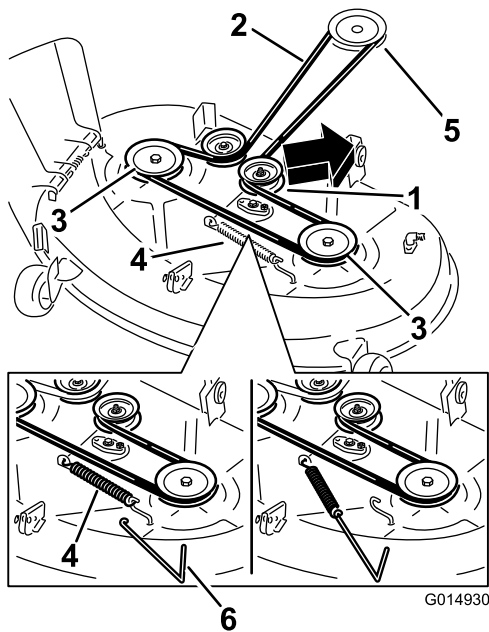
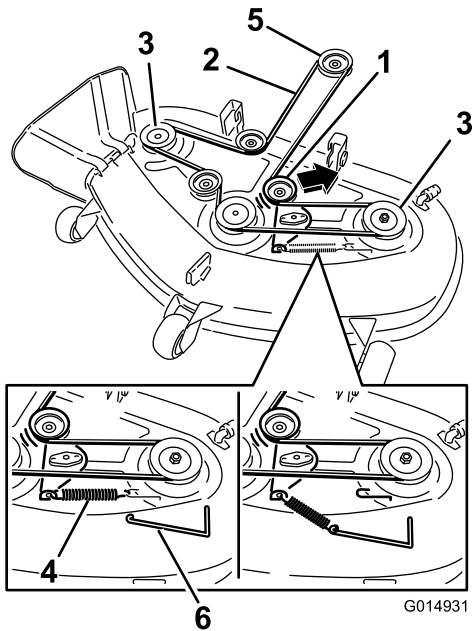

Figura 69
Figura 70
4. Servendovi di un attrezzo per la rimozione delle molle (n. cat. Toro 92-5771), sganciate la molla di rinvio dal gancio del piatto di taglio per eliminare la tensione dalla puleggia e togliete la cinghia dalle pulegge (Figura 69 e Figura 70).
- Montate la nuova cinghia attorno alla puleggia del motore ed a quelle del tosaerba (Figura 70).
- Servendovi di un attrezzo per la rimozione delle molle (n. cat. Toro 92-5771), agganciate la molla di rinvio al gancio del piatto di taglio per mettere in tensione la puleggia tendicinghia e la cinghia. (Figura 69 e Figura 70)).